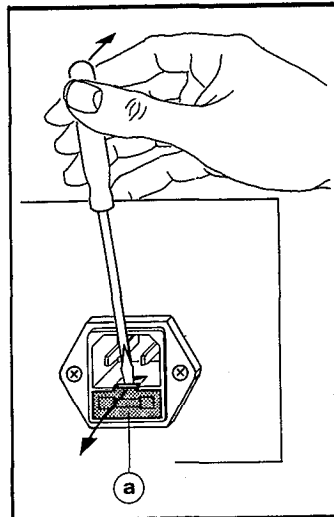

Abb. 2.1
- Einsatz ② (mit Fassung für Primärschmelzsicherung ① und Reservesicherung ③) heraushebeln, Abb. 2.1).